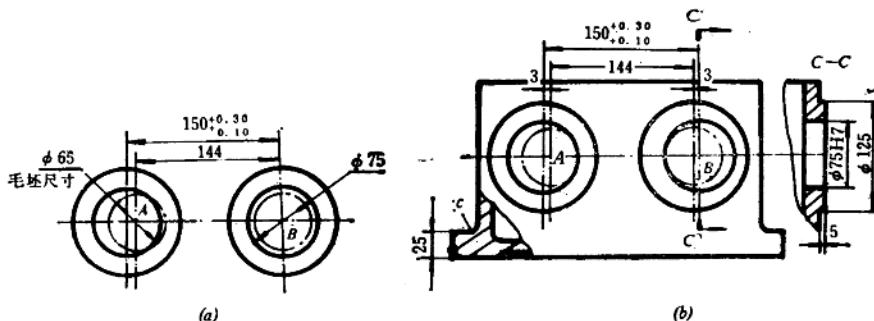

图 2-23 齿轮箱体的划线
2. 图 2-23(b) 所示的齿轮箱体，是一个铸造毛坯。由于铸造原因，铸孔偏位（A孔偏移 6 毫米）。照一般划法，以不加工的凸台外圆为加工孔的找正依据，使孔与凸台外圆同心，且保证图纸所要求的中心距，划出两待加工孔的圆周尺寸线 $\phi 75H7$ 。但是，现在因 A 孔偏移过多，按上述一般方法，A 孔就划不起来〔图 2-23(a)〕。
如果利用借料的方法来划线，即将 A 孔向左借过 3 毫米，B 孔向右借过 3 毫米，通过试划 A、B 两孔的中心线和内孔圆周尺寸线，就可使两孔都能划起来〔图 2-23(b)〕，